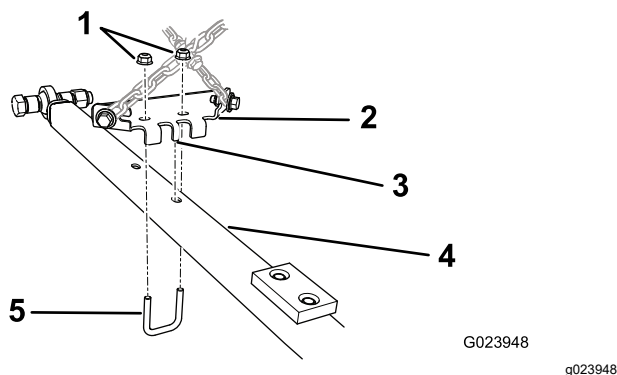

図 7
1. 牽引バーブラケットについているセンタータブを、牽引バーの後ろ側にある穴に合わせる図 7。